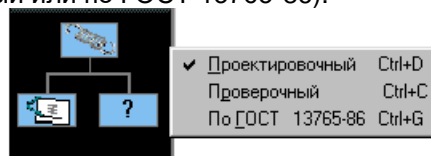

Рис. 4.2 Кнопка *Выбора типа расчетов*.
- щелкнуть левой кнопкой мыши по кнопке *Выбор типа расчета* (рис. 4.2) в основном окне программы.